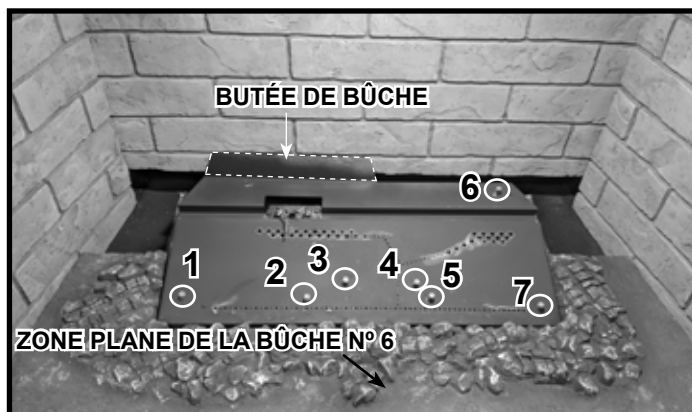
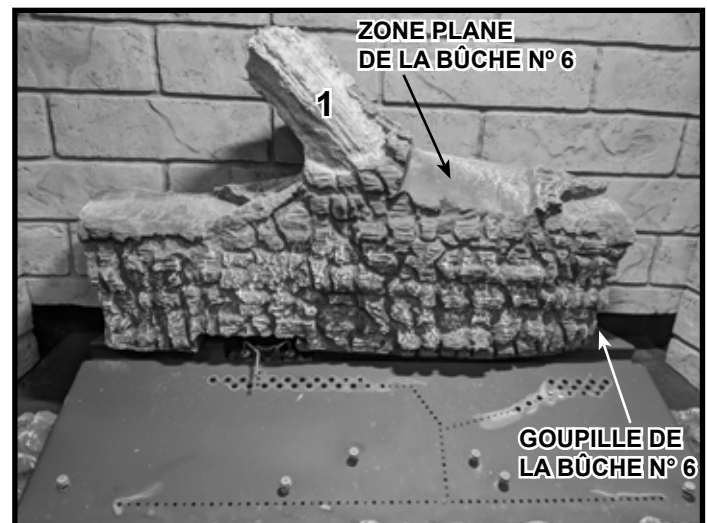

Figure 4 Emplacements des goupilles de la bûche
Figure 5 Position de la bûche n° 1
**Bûche n° 1 :** Placez la bûche n° 1 comme indiqué dans la figure 5. L'extrémité droite touche la goupille de la bûche 6. Poussez la bûche en arrière jusqu'à ce qu'elle repose contre la butée de bûche illustrée à la figure 4.